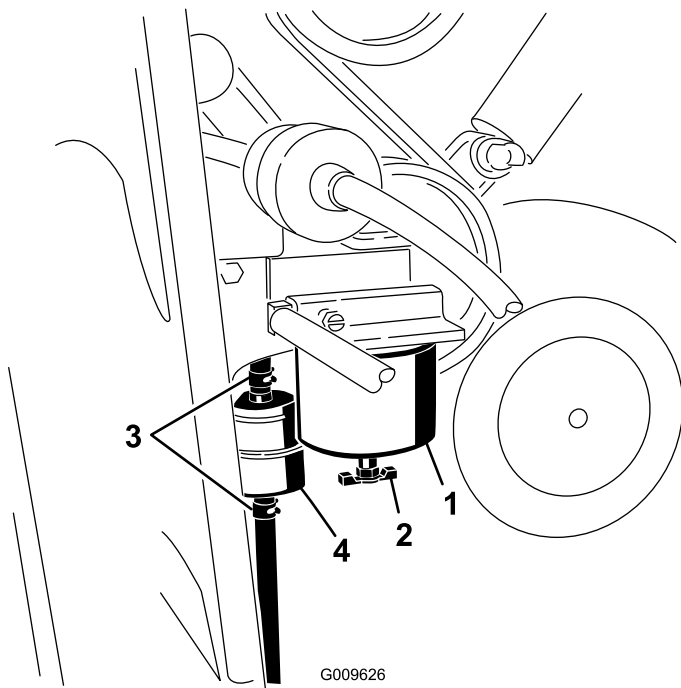

Figura 37
1. Localice el filtro de combustible en el lado derecho del motor (Figura 37), y coloque debajo un recipiente limpio.
7. Abra las abrazaderas de cada extremo del filtro en línea y retire los manguitos del mismo (Figura 37). Deseche el filtro.
8. Deslice los manguitos sobre el extremo de un filtro nuevo (Figura 37), asegurándose de que la flecha del filtro apunta en el mismo sentido que en el filtro viejo.
1. Localice los filtros de combustible en el lado derecho del motor (Figura 37), y coloque debajo un recipiente limpio.
2. Limpie la zona de montaje del cartucho del filtro (Figura 37).
3. Retire el cartucho del filtro y limpie la superficie de montaje (Figura 37).
5. Instale el cartucho del filtro a mano hasta que la junta entre en contacto con la superficie de montaje, luego gírelo media vuelta más (Figura 37).
6. Localice el filtro en línea detrás del cartucho del filtro de combustible (Figura 37) y observe la flecha de sentido de flujo impresa en el lateral del filtro en línea.